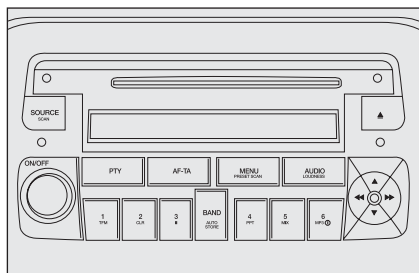

fig. 3
- ☐ con autorradio instalado **fig. 3**;